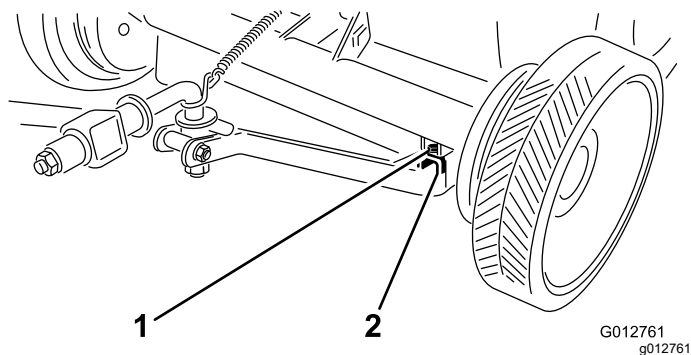

图 12
- 将拉杆上的孔与剪草机横管上的支架对齐。如图 12 所示用平头螺丝 $\frac{1}{2}$ -13 x 3 $\frac{1}{2}$ 英寸、隔套和锁紧螺母 ($\frac{1}{2}$ -13) 固定两侧。